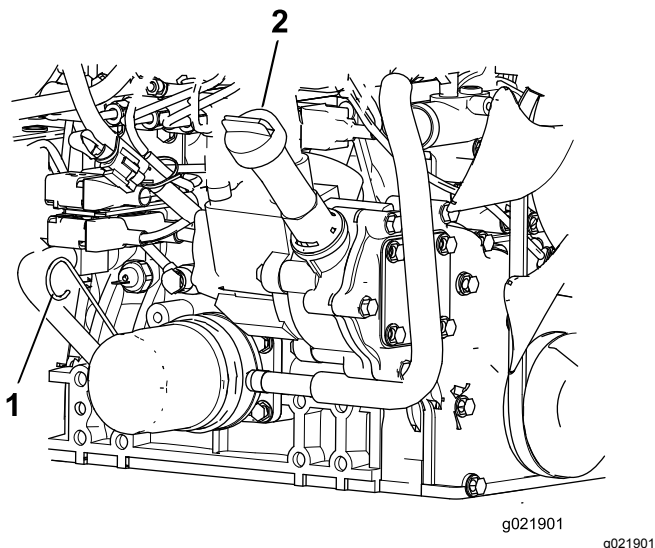

Figure 74
3. Sortez la jauge, essuyez-la sur un chiffon propre, replacez-la dans le goulot de remplissage, puis ressortez-la. Le niveau d'huile doit se situer entre les repères MINIMUM et MAXIMUM (Figure 74).
4. Si le niveau d'huile est trop bas, retirez le bouchon de remplissage et faites l'appoint d'huile jusqu'à ce que le niveau se situe entre les repères MINIMUM et MAXIMUM (Figure 74).